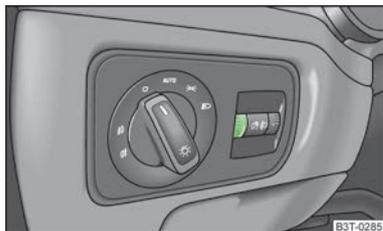

Abb. 33
- Den Drehregler » Abb. 33 auf die gewünschte Intensität der Instrumentenbeleuchtung drehen.